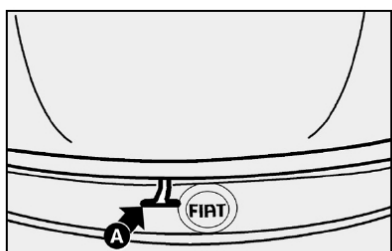

fig. 72
- 2) puxar a trava **A-fig. 72**;